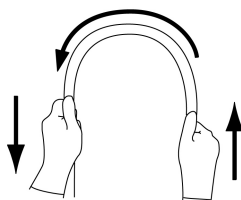

図 1
- 3.挿入部を両手で持ち、全長にわたって図1に示すように順次半円の頂点をずらすように曲げたときに、適切な軟らかさを有しており、軟らかさが不連続になっているなどの異常がないこと。